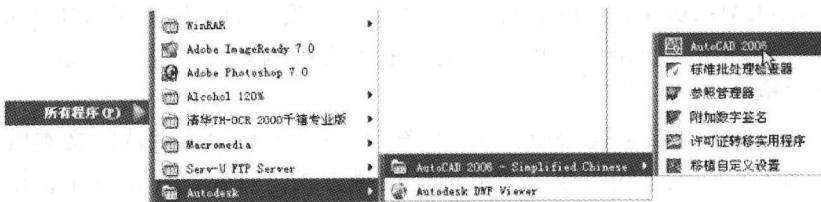

图 1-13 从开始菜单栏启动
- 2) 开始菜单启动：单击“开始”按钮，从开始菜单的 Autodesk 工作组进入 AutoCAD 2006 程序，如图 1-13 所示。